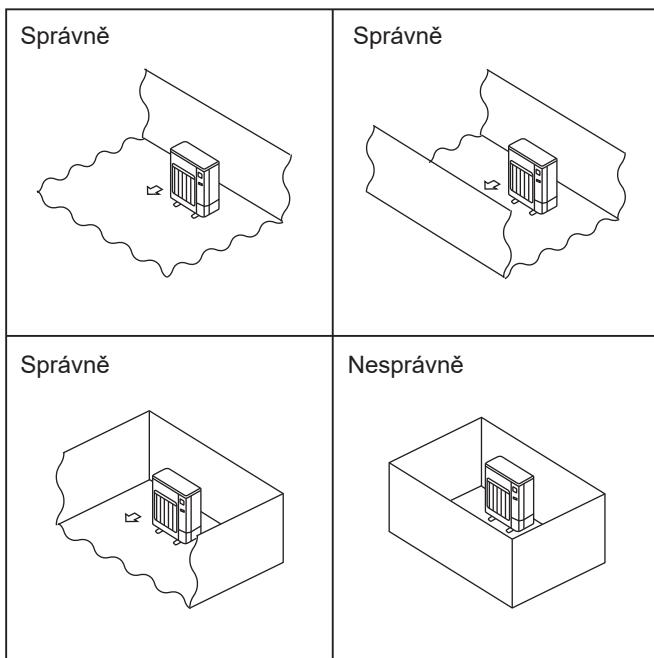

Fig. 2-1
- Venkovní jednotky instalujte na místě, kde je alespoň jedna z jejich čtyř stran otevřená a prostor je dostatečně velký a bez prohlubní. (Fig. 2-1)